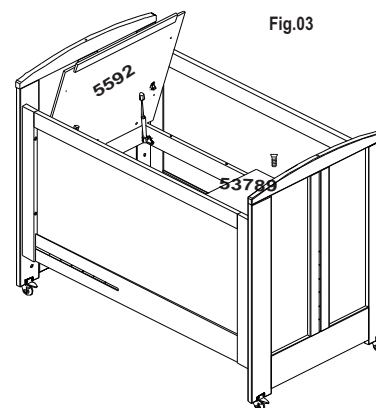

Fig.03
6. Encaixe os pistões no estrado antirrefluxo, para isso será necessário que você gire o estrado. Fig.: 03.
- 14) Encaixar a bucha de arremate 8 x 16.5 mm "B". Fig. 03.
- 15) Colocar o suporte de mosquitoireiro (190).